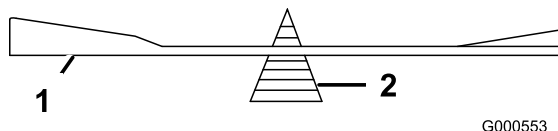

Figure 66
2. Vérifiez l'équilibre de la lame en la plaçant sur un équilibreur (Figure 66).